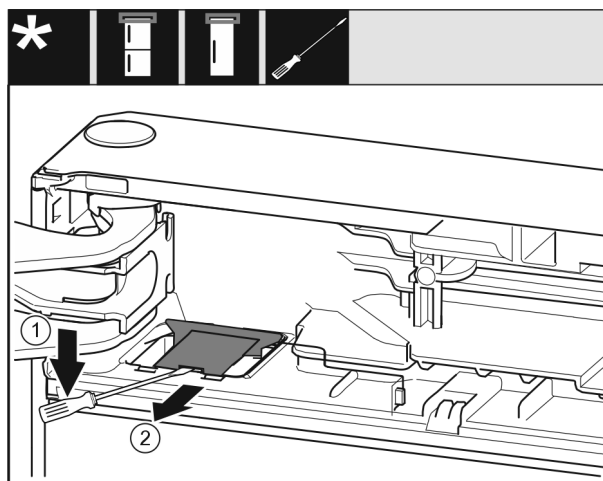

Fig. 14
► Plochým šroubovákem uvolněte kryt Fig. 14 (1).
► Vyjměte kryt Fig. 14 (2).